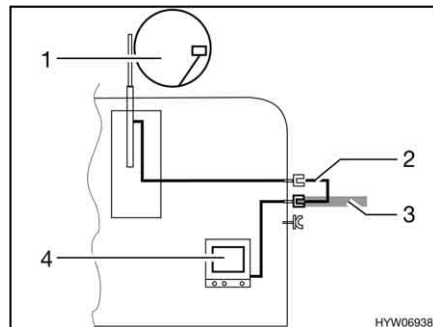

Fig. 170 TV nel veicolo
- TV nel veicolo (Fig. 170,4): Collegamento all'antenna del tetto (Fig. 170,1) con cavo di collegamento (Fig. 170,2)
- TV nel veicolo (Fig. 170,4): Collegamento a antenna esterna (Fig. 170,3)